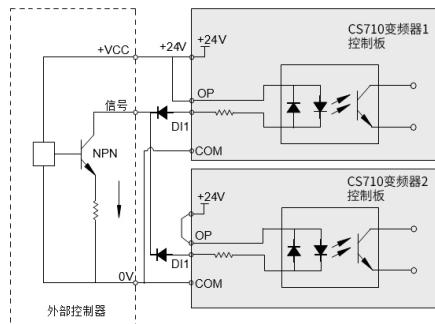

图 3-64 多台变频器 DI 端子并接漏型接线方式
- * 此种接线方式下，不同变频器的 DI 端子不能并接使用，否则可能引起 DI 的误动作；若需 DI 端子并接（不同变频器之间），则需在 DI 端子处串接二极管（阳极接 DI）使用，二极管需满足：IF>40mA、VR>40V，如图 3-64。